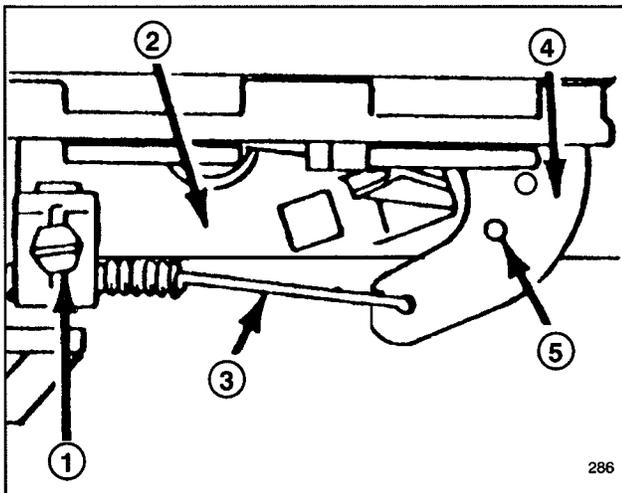

Abbildung 18
- Die Schraube der Kabelklemme lösen, bis das Gaszugkabel durchrutscht (Abb. 18).
- Das Gaszugkabel nach links oder rechts bewegen, bis die Löcher im Gashebel mit denen in der Halterung übereinstimmen (Abb. 18).